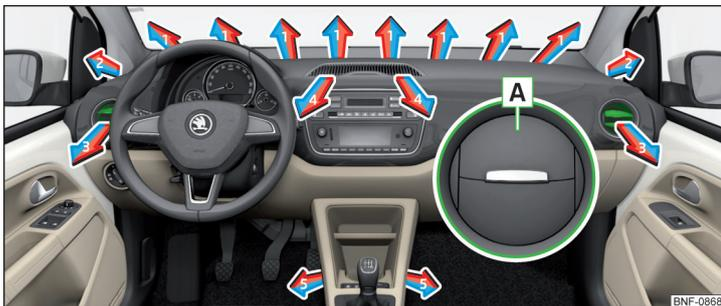

Fig. 91 Difusores de aire
En los difusores de aire **3** » fig. 91 se puede modificar el sentido de la corriente de aire, y los difusores se pueden también abrir y cerrar individualmente.
- › Para **abrir**, presionar sobre el borde externo de la lámina en la zona **A** drücken » fig. 91.
| Ajustar la dirección de salida de aire | Difusores de salida de aire » fig. 91 |